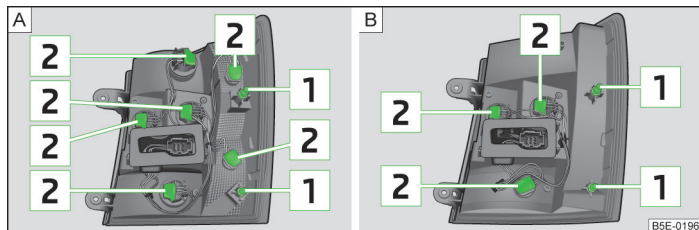

Fig. 225 Partea exterioră a lămpii: Lampa de bază / lampă cu diode LED
- Împingeți cu atenție blocul optic spate în caroserie, astfel încât bolțurile 1 » fig. 225 la pagina 245 ale lămpii să se fixeze în suporturile din caroserie » I.
- Rotiți soclul becului 2 » fig. 225 în sens antiorar și scoateți-l din carcasa lămpii.